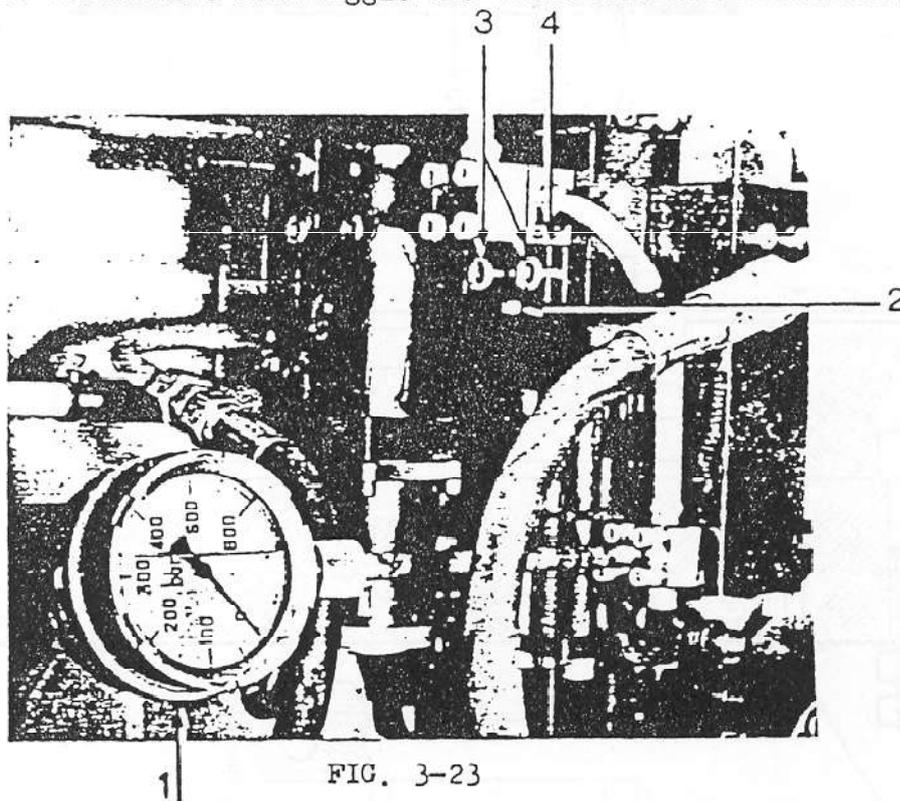

FIG. 3-23
b) Cesoe non dotate di manometro (opzione Fig.3-23)
- verificare che la brida (Rif.4 della Fig.3-23) sia sempre parallela al corpo della valvola.